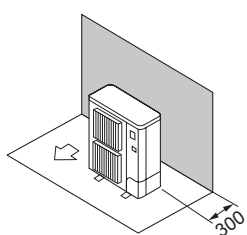

Fig. 2-6
- ① Hindringer kun bak (Fig. 2-6)